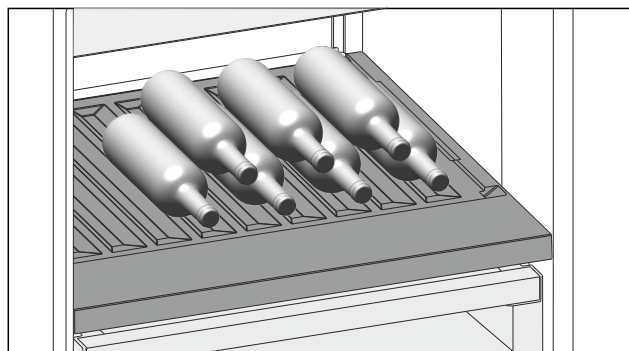

Fig. 215 Immagine a titolo di esempio
- Inserire le bottiglie con il fondo rivolto verso la parte posteriore. (vedere Fig. 215)